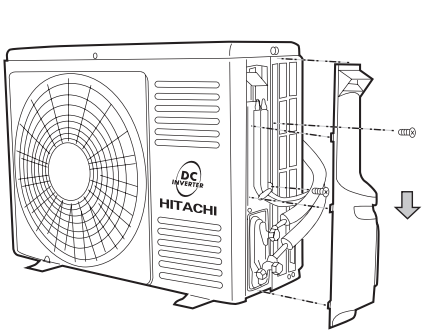

图22
- (1) 将右侧板上边盖拆开。(如图22)
(2) 将截止阀的纳嘴与密封帽拆开。